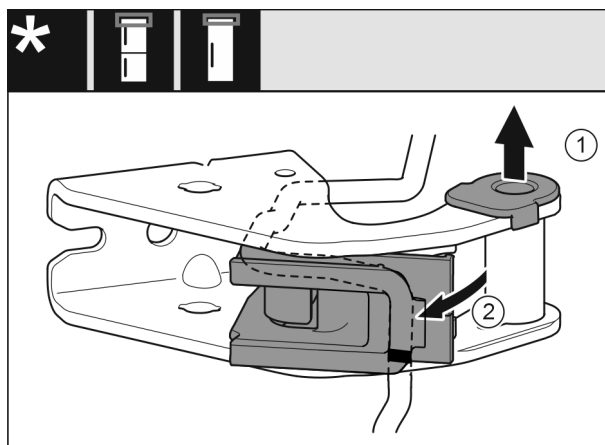

Fig. 14
- ▶ Tirer la douille de palier en dehors du guide. Fig. 14 (1)
- ▶ Incliner le support de câble vers l'extérieur. Fig. 14 (2)